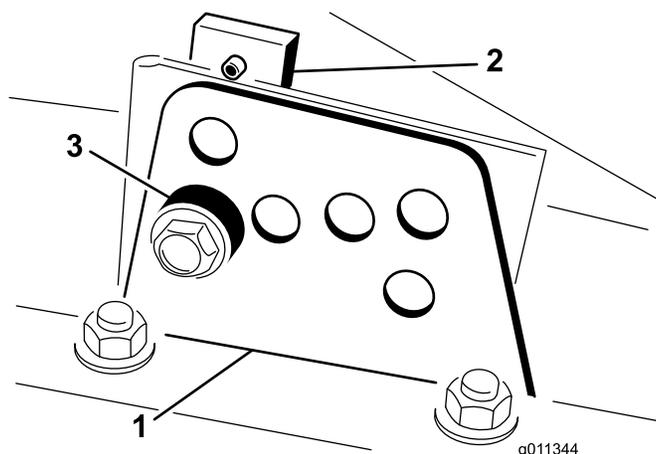

Figura 20
4. Enquanto estiver suportar a câmara, retire o espaçador (Figura 20).
2. Desaperte o parafuso que prende o suporte da altura de corte à placa da altura de corte (frente e de cada lado), conforme se mostra na Figura 20.